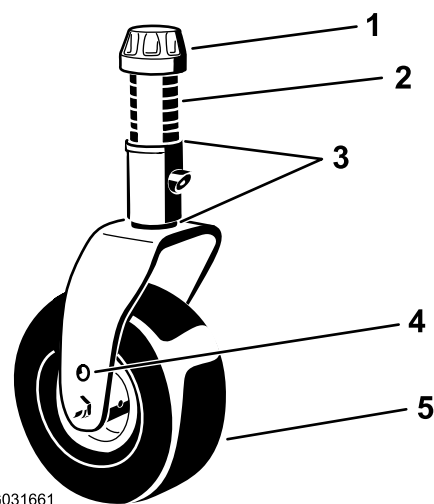

Figura 17
4. Utilizzando la chiave del cappuccio delle ruote orientabili, allentate il cappuccio di tensione e toglietelo dall'asse del perno della ruota orientabile ed estraete il perno dal braccio della ruota orientabile (Figura 17).
7. Montate gli spessori (come in origine) e i distanziali rimanenti sull'albero (Figura 17).
8. Montate il cappuccio di tensione e serratelo con la chiave del cappuccio della ruota orientabile in dotazione per fissare il gruppo (Figura 17).